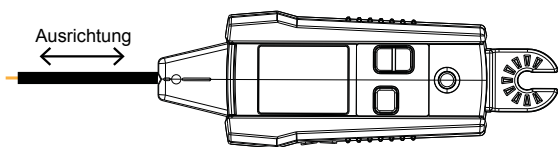

Abbildung 3.1f
3. Für optimale Ergebnisse bei der Suche/Verfolgen von spannungsführenden Adern richten Sie die Kerbe am Spitzensensor an der dargestellten Aderrichtung aus (siehe Abbildung 3.1f/g). Bei falscher Ausrichtung kann das Signal möglicherweise nicht erkannt werden. Drehen Sie den AT-6000-RE zum Überprüfen der Aderrichtung hin und wieder um 90 °. Die höchste Signalstärke erhalten Sie, wenn die Ader in der gleichen Flucht wie die Kerbe im Spitzensensor verläuft.
3. Für optimale Ergebnisse bei der Suche/Verfolgen von spannungsführenden Adern richten Sie die Kerbe am Spitzensensor an der dargestellten Aderrichtung aus (siehe Abbildung 3.1f/g). Bei falscher Ausrichtung kann das Signal möglicherweise nicht erkannt werden. Drehen Sie den AT-6000-RE zum Überprüfen der Aderrichtung hin und wieder um 90°. Die höchste Signalstärke erhalten Sie, wenn die Ader in der gleichen Flucht wie die Kerbe im Spitzensensor verläuft.